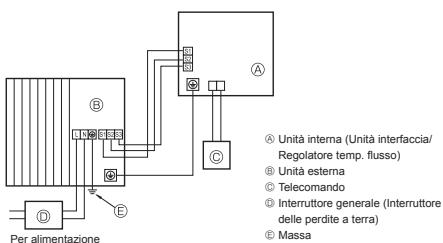
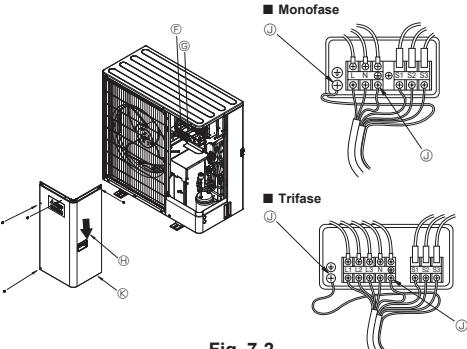

Fig. 7-1
Fig. 7-2
7.1. Unità esterna (Fig. 7-1, Fig. 7-2)
① Rimuovere il pannello di servizio.
② Posizionare i cavi secondo la Fig. 7-1 e la Fig. 7-2.